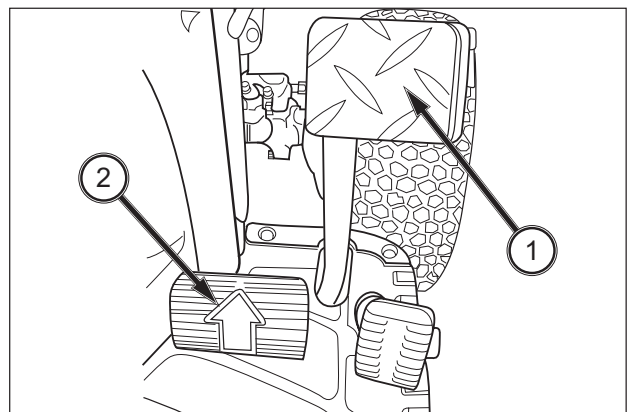

ABB. 77
**ABB. 77 und 78:** Das Fahrpedal für Vorwärtsfahrt (2) betätigen und die gewünschte Geschwindigkeit halten. Dann den Tempopiloten (3) nach vorne bewegen und in der gewählten Stellung belassen.